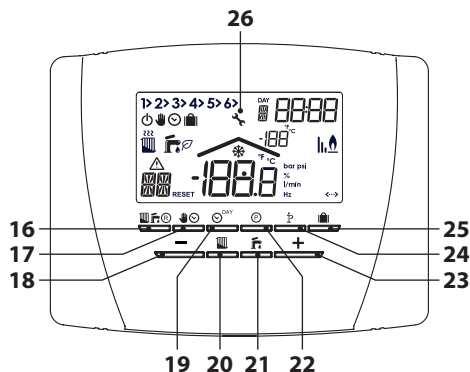
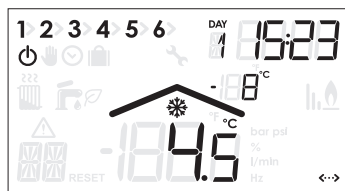

Figura 2.3
Figura 2.5
- Premere il tasto 16 (Figura 2.3) fino a visualizzare le icone  e  (Figura 2.4).
- Premere il tasto 17 (Figura 2.3) per selezionare il modo di funzionamento  (manuale) o  (automatico) (Figura 2.4).
- Premere il tasto 16 (Figura 2.3) fino a visualizzare solo l'icona  (Figura 2.4).
- Premere il tasto 16 (Figura 2.3) fino a visualizzare solo l'icona  (Figura 2.5).
- Premere il tasto 20 (Figura 2.3): il display mostrerà il set impostato per il circuito di riscaldamento.
- Premere il tasto 18 (diminuzione) o 23 (aumento) (Figura 2.3) per impostare il valore di temperatura desiderato.
- Premere il tasto 21 (Figura 2.3): il display mostrerà il set impostato per l'acqua calda sanitaria.